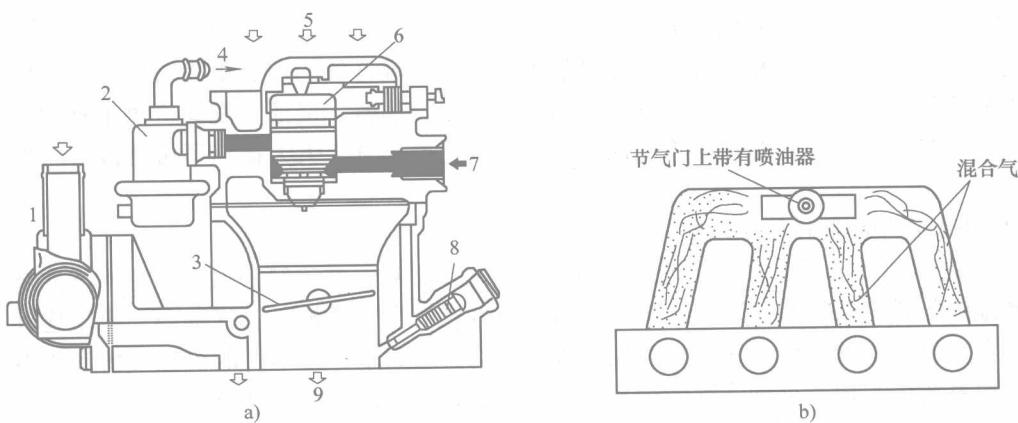

图 1-3 单点燃油喷射系统
(1) 单点燃油喷射系统 单点燃油喷射系统(图 1-3)，简称 SPI，也称为节气门体喷射系统(TBI)，是在节气门体上安装一个或两个喷油器(图 1-3b)，向进气歧管中喷射燃油从而形成可燃混合气。这种燃油喷射系统对混合气的控制精度比较低，各个气缸混合气的均匀性也比较差，国产沈阳金杯、上海奇瑞、长城迪尔等部分车型采用这种单点电喷系统。